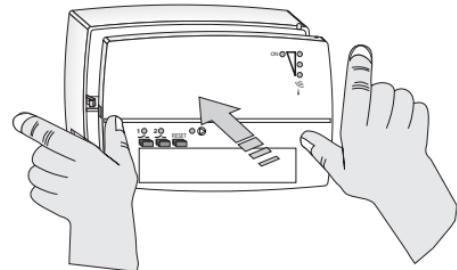

Fig. 9.i
- Cerrar cuidadosamente el receptor (fig. 9.I - fig.10.I).
- Mantener pulsada la **tecla 1** hasta que se oiga una señal acústica; luego, soltar la tecla: el **LED 1** parpadea (fig. 9).